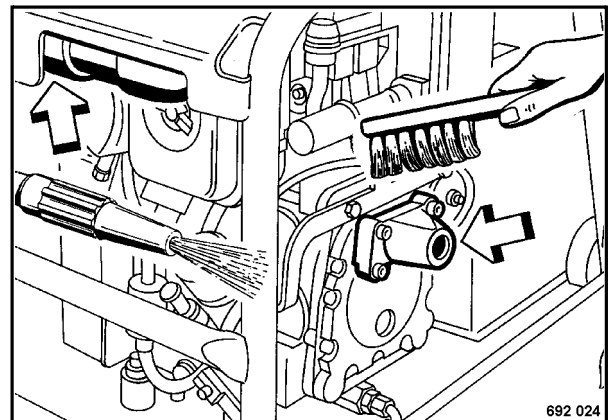

Fig. 10
- Limpiar en seco todas piezas conductoras de aire, así como la zona entera del aire refrigerante, como la culata, el cilindro, y el sistema de álabes del volante, soplando a continuación con aire comprimido (Fig. 10).